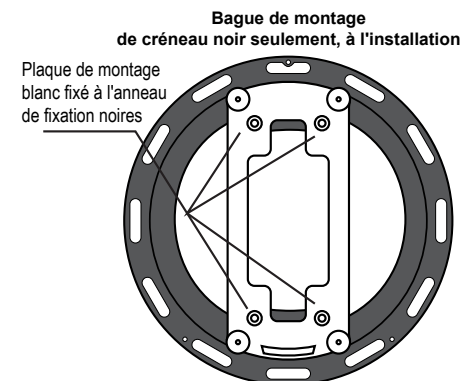

Figure 5.
1. Pour les installations de niche, fixer la bague de fixation à l noir niche. Puis fixer le blanc plaque de montage à l'anneau de fixation noires. (voir Figure 5). Se reporter aux étapes 5 à 9 ci-dessus.